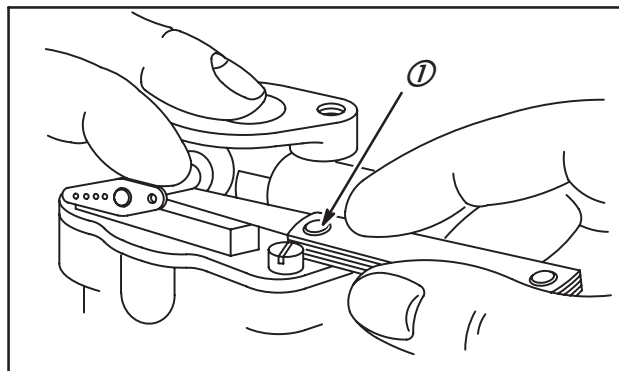

Fig. 136
2. Vérifier l'usure en plaçant une règle rectifiée sur le corps supérieur comme indiqué Fig. 136.